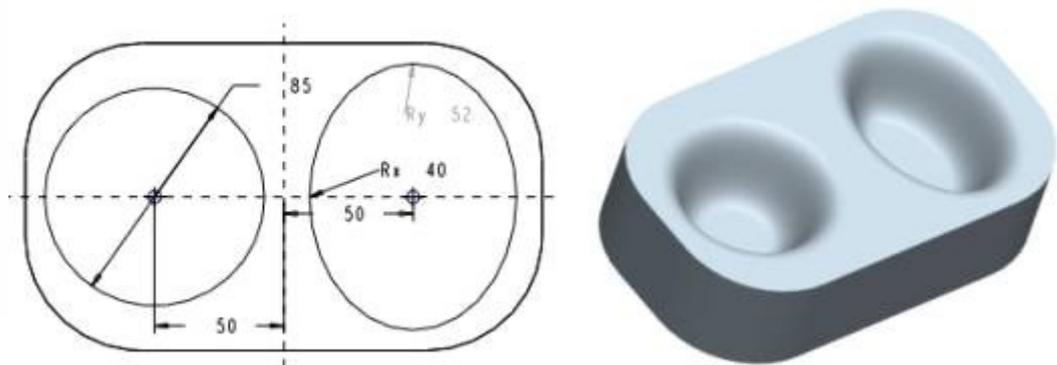

图 12-6 练习 12-5 操作示意图
【练习 12-5】：打开附盘“\ch12\12-5.prt”文件，使用【偏移】命令中的“具有斜度”偏移复制选定的面（偏移尺寸为 35，拔模角度为 20° ），建立如图 12-6 所示的模型。
4. 选择模型的上端面为草绘平面，绘制如图 12-6 左图所示的圆和椭圆。